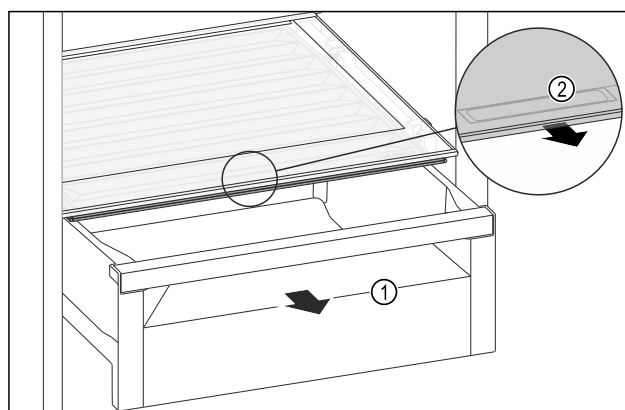

Fig. 150
- Izvlecite predal Fig. 150 (1).
- Primite prijemalno vdolbino Fig. 150 (2) na pokrovu predala in predal istočasno povlecite naprej.